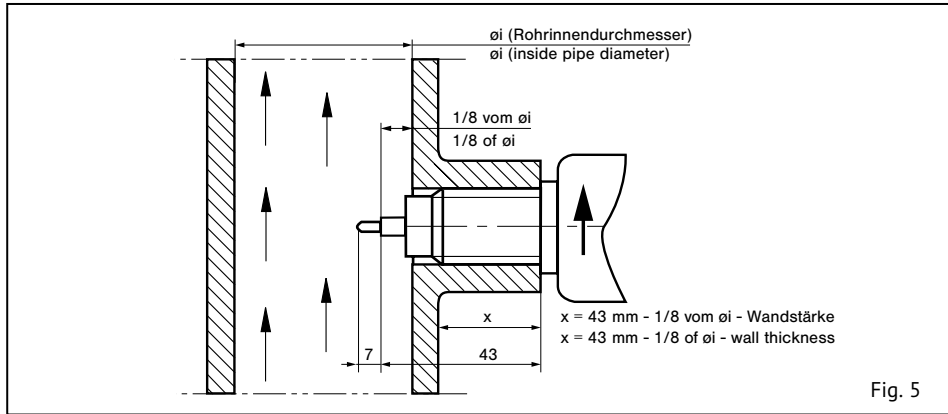

Fig. 5
Die beiden Messfühler (S) müssen im eingebauten Zustand nebeneinander im Strömungsmedium liegen. Dies ist der Fall, wenn die Schlüsselansatzflächen (F) parallel zur Rohrleitung stehen (siehe Fig. 3). Bis 56 mm Rohrinne Durchmesser sollte der Einschraubstutzen bündig mit der Rohrinne wand sein. Größer 56 mm Rohrinne Durchmesser sollte die Fühlermitte (schräger Absatz) auf 1/8 des Rohrinne Durchmessers eingeschraubt werden. Der Pfeil (Laserbeschriftung) an der Seite des Gehäuses muss in Strömungsrichtung zeigen (siehe Fig. 5).
The two sensors (S) of the flow meter must be aligned side by side directly across the direction of flow. The sensors are correctly positioned when the wrench flats (F) are aligned parallel with the pipe (see fig. 3). For inside pipe diameters up to 56 mm (2.2 in) the shaft end should be in line with the inner pipe wall. For inside pipe diameters above 56 mm (2.2 in) the shoulder of the two sensors (7 mm (0.28 in) from the tip) should be positioned at 1/8 of inside pipe diameter \varnothing i. The arrow (laser marking) at the side of the housing must show in direction of flow (see fig. 5).